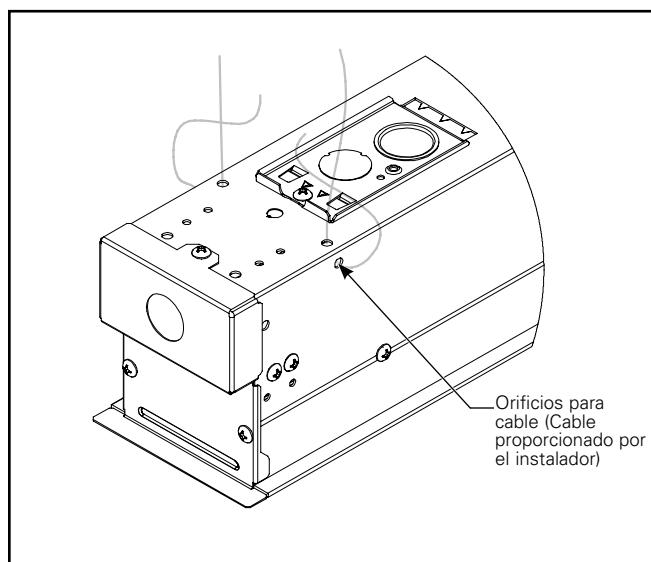

Figura 7.
- IMPORTANTE:** Ambos extremos de la luminaria deben estar conectados a la estructura del edificio mediante un cable. Los orificios para cables están provistos a ambos lados de la luminaria en ambos extremos. Ver Figura 7.